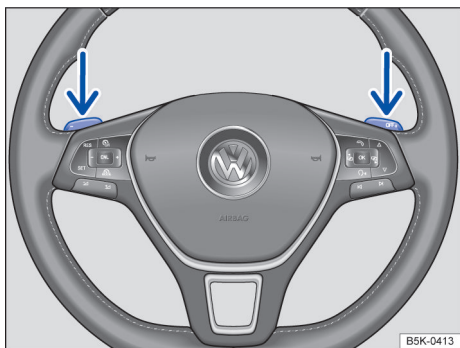

Fig. 97 Volante com seletores basculantes do Tiptronic.
- Puxar o seletor basculante direito → Fig. 97 na direção do volante para aumentar a marcha.